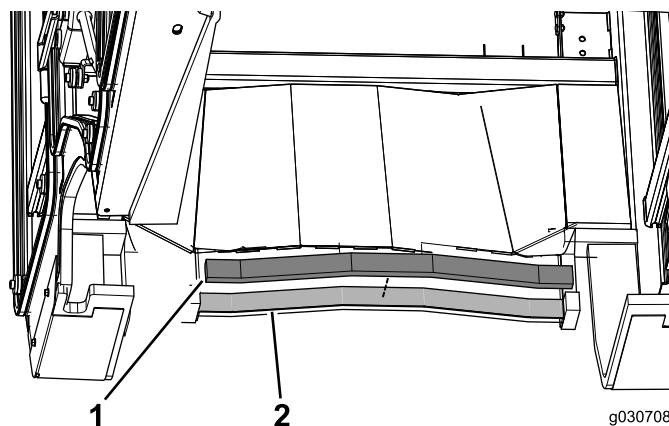

Figura 15
3. Aplique os vedantes de esponja traseiros na parte traseira da cabina (Figura 15).